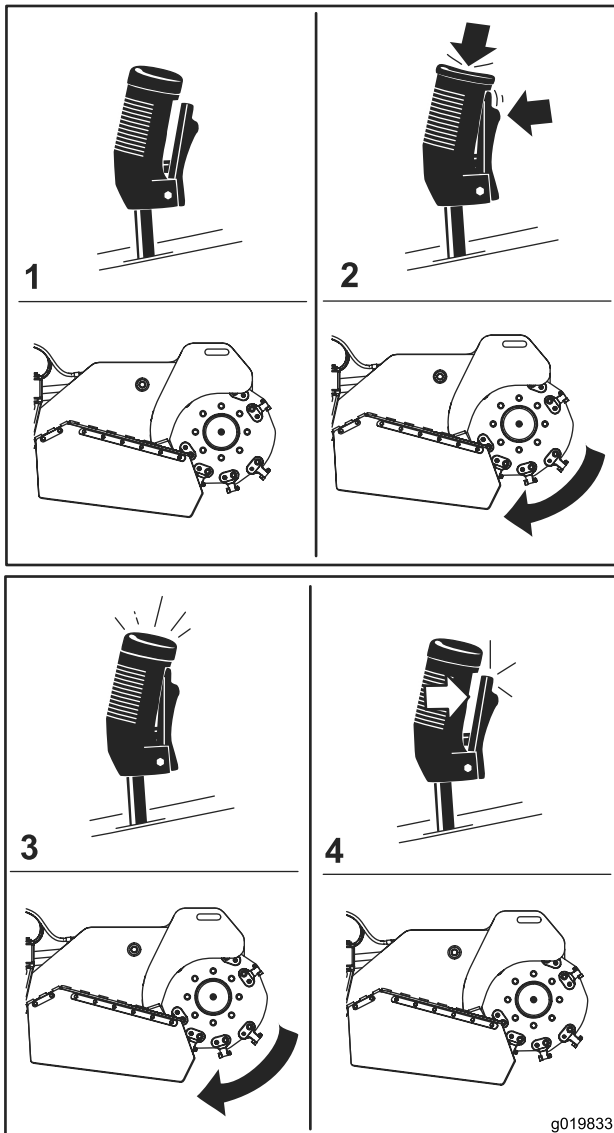

図 13
- グラインダ 図 13 の動作を開始するには、レバー上部にある赤いボタンを押しながらトリガを握り込みます。グラインダが動作を開始したら赤いボタンから指を離してかまいません。
- グラインダ 図 13 を停止するには、トリガから0.5秒間以上手を離します。